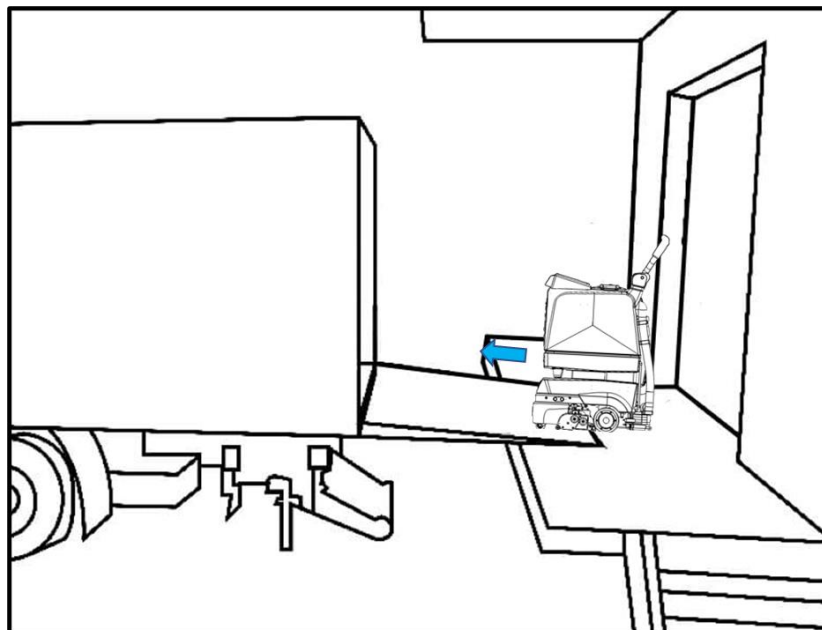

Fig. 4
- Bij het verplaatsen van de R3 VAC op een hydraulische oprit van een vrachtwagen (fig. 4).